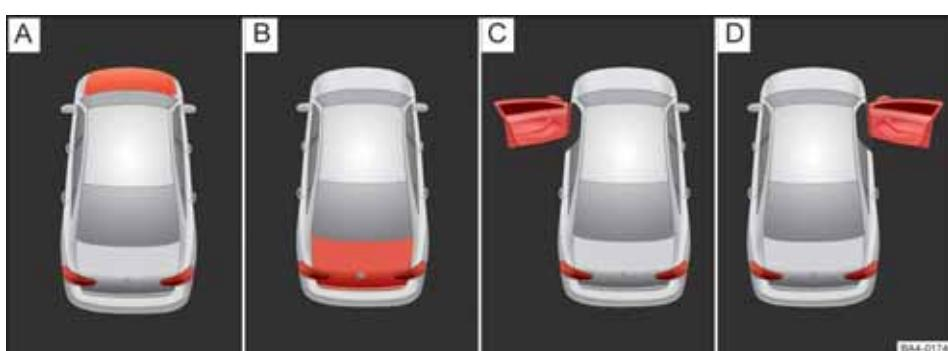
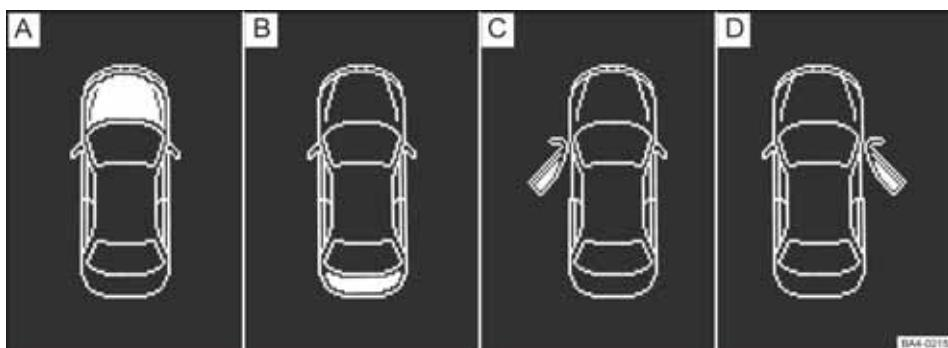

图 10 部分车型显示屏显示：(A) 发动机舱盖处于打开状态，(B) 行李厢盖处于打开状态，(C) 左前车门处于打开状态，(D) 右前车门处于打开状态
图 11 显示屏显示：(A) 发动机舱盖处于打开状态，(B) 行李厢盖处于打开状态，(C) 左前车门处于打开状态，(D) 右前车门处于打开状态
- 车门、发动机舱盖和行李厢盖未关闭⇒图 10 或⇒图 11